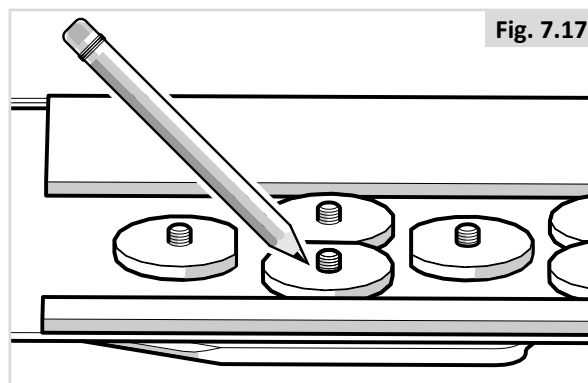

Fig. 7.17
- Markieren Sie die überstehende Länge der Schraube (Fig. 7.17)